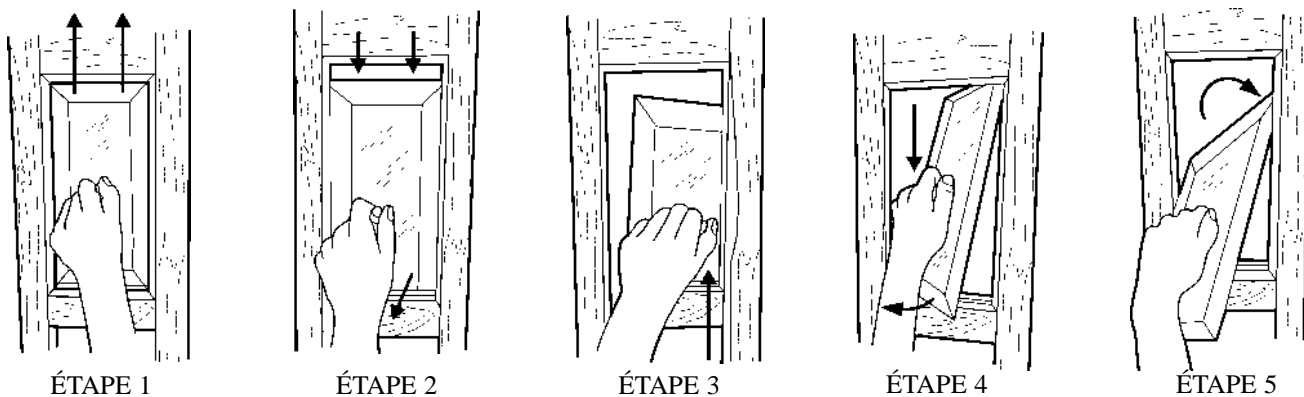

Figure 1
## **ETAPE 1 DEBALLER VOTRE PENDULE** (Figure 1) (Figure 2) (Figure 3)
B. La pendule doit être de niveau pour fonctionner correctement. Nous avons placé un pied de niveau ajustable à chaque coin afin de vous aider à mettre la pendule de niveau (Figure 1).